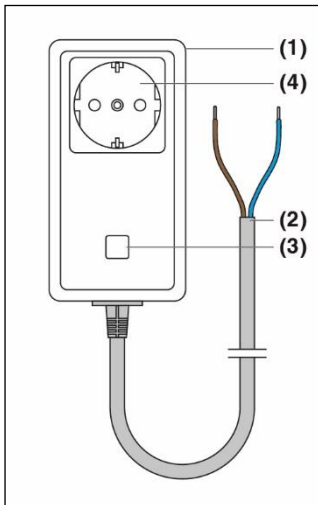

Fig. 1
4.1 Aansluiting van de ontvanger (fig. 1 en 2)